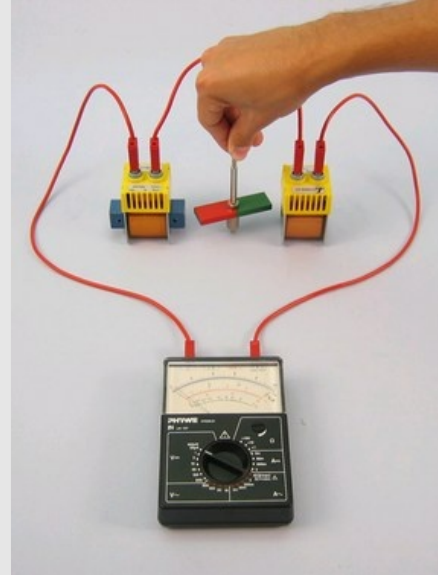

Fig. 3
- Introduis un noyau en I dans l'une des bobines (voir figure 3) et fais à nouveau tourner l'aimant. Observe l'instrument de mesure. Note tes observations sous "Résultat - Observations 2" dans le protocole.